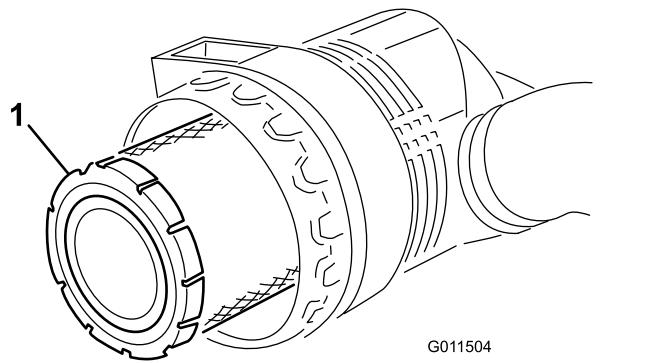
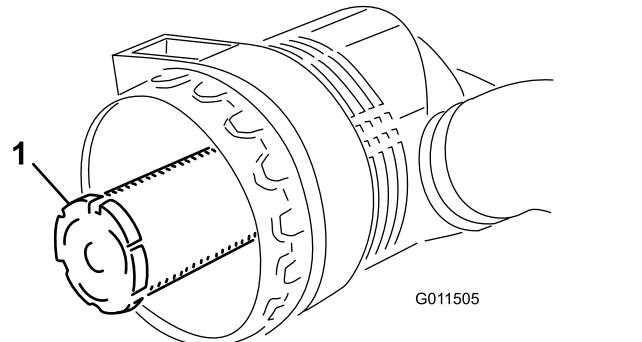

Figure 72
Figure 73
3. Déposez le préfiltre (Figure 72). Il est déconseillé de nettoyer les éléments usagés car cela risque d'endommager le matériau du filtre. Vérifiez que l'élément de recharge n'a pas été endommagé pendant le transport. Vérifiez l'extrémité d'étanchéité du filtre et du boîtier. N'utilisez pas l'élément s'il est endommagé. N'enlevez pas l'élément de sécurité (Figure 73).
Important: N'essayez jamais de nettoyer l'élément de sécurité (Figure 73). Remplacez-le une fois sur trois, quand vous effectuez l'entretien du préfiltre.
4. Remplacez le préfiltre (Figure 72).